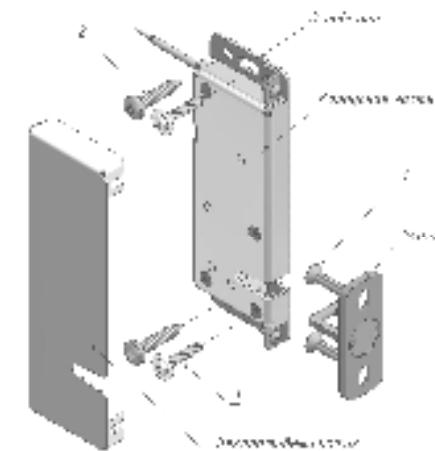
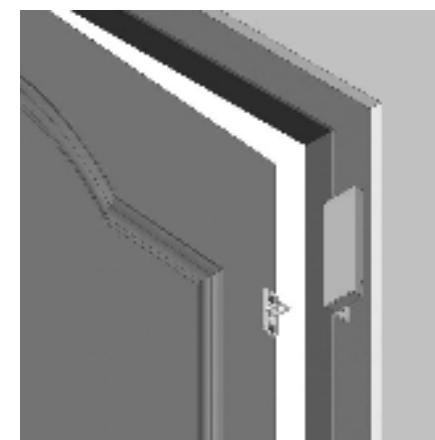

Рисунок 2 – Комплект поставки замка AL-250UZ
Рисунок 3- Установка замка на монтажный L-уголок
3.1 В основной комплект поставки (рисунок 2) входят:
- саморез-шуруп 4,2x25 с прессшайбой (1)
- саморез-шуруп 4,2x25 п/к (2)
- саморез-шуруп 4,2x25 потай. (3)
- **L-уголок AL-250UZ** монтажный уголок для дверей, открывающихся наружу (рисунок 3)
Замок состоит из корпуса с кожухом и зацепа (рисунок 2). Корпус крепится к дверной коробке, зацеп – к двери.